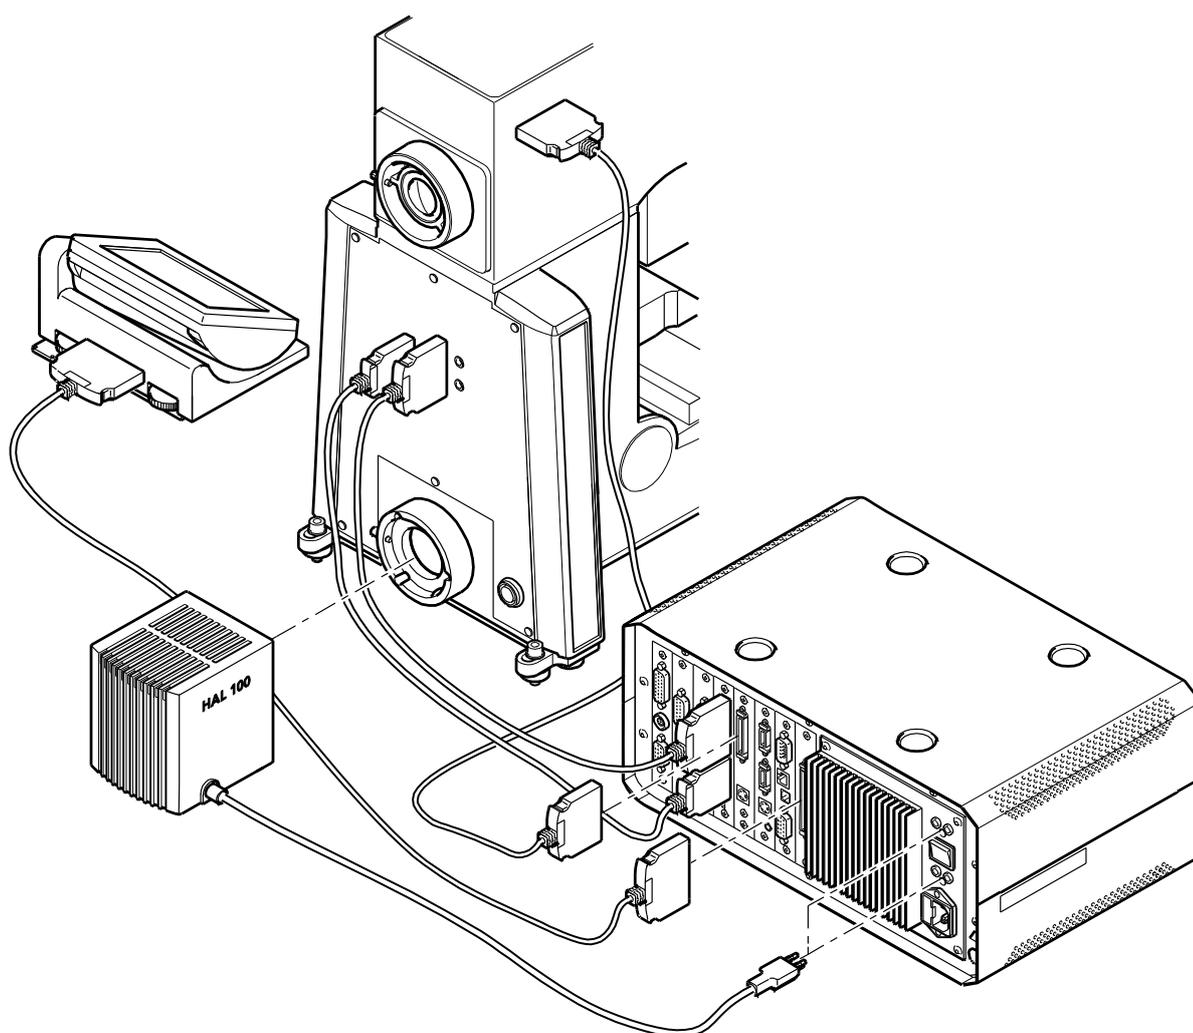

图 3-29 连接电动版 Axio Examiner
- 将显微镜下部的两个插口连接到 Examiner 控制装置的插口（图 3-29/4 和 5）。
- 将显微镜上部的插口连接到 Examiner 控制装置的插口（图 3-29/2）。
- 如需要，将插接站连接到 Examiner 控制装置（图 3-29/3）。